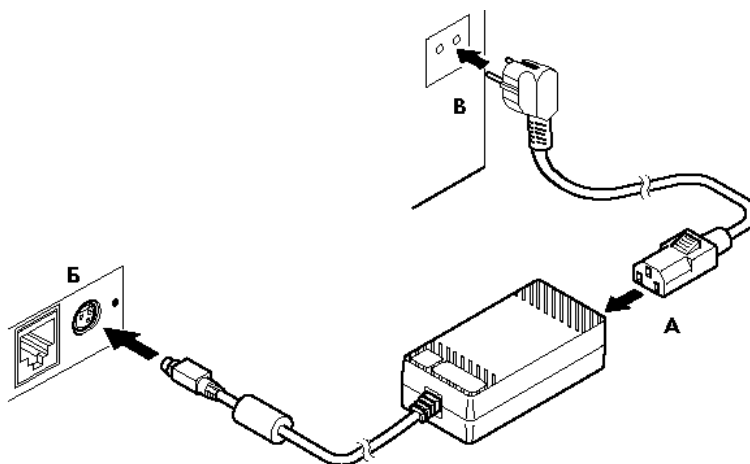

Рисунок 6 Подключение кабелей питания
3. Вставьте вилку в розетку (см. Рис. 6, позиция В).